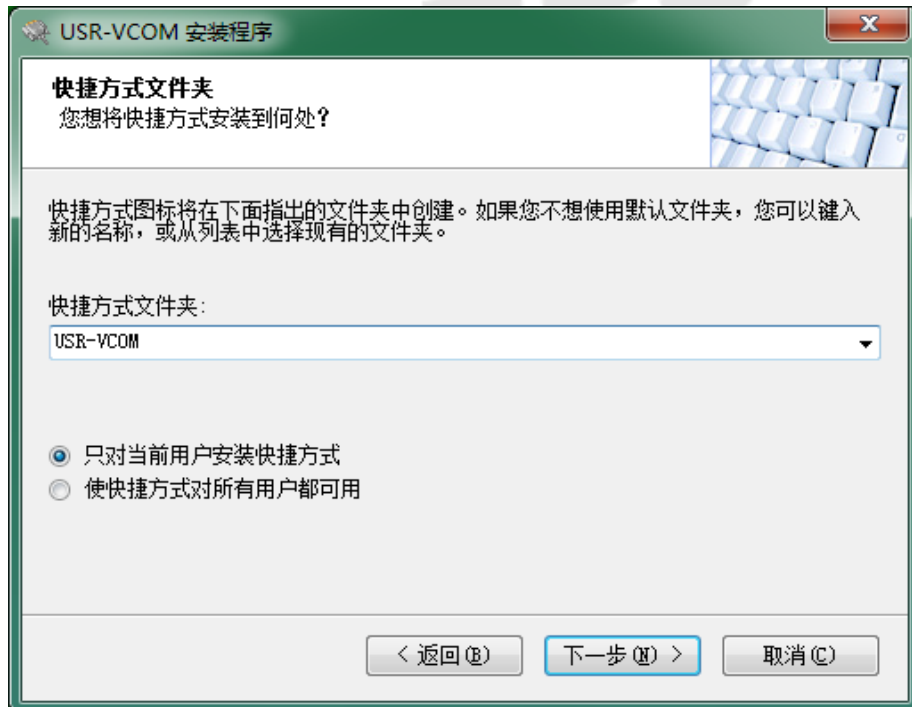

图 5
5.将 USR-VCOM 安装到指定的路径，点击下一步进入下一个界面（如图 5 所示）